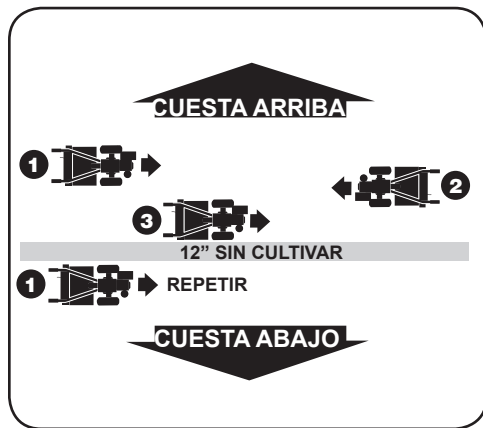

Figure 4-8
- Para crear una terraza, comience en la cima de la pendiente y trabaje hacia abajo. Recorra la primera hilera hacia atrás y hacia adelante como se indica en la "Figure 4-8".